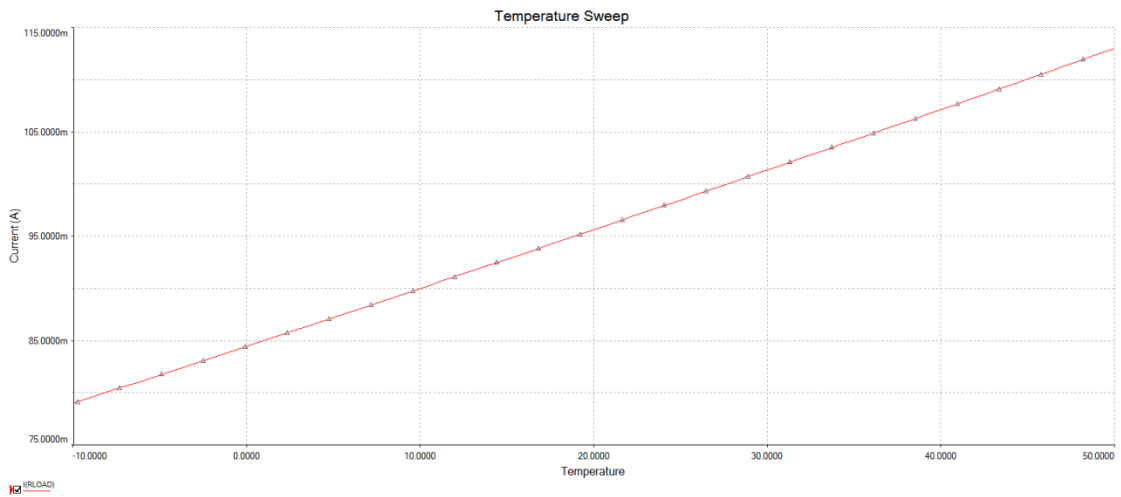

图 5-9c 电流镜型 100mA 恒流源温度稳定性很差
- 2) 温度稳定性极差。当接入负载后，最差情况下，全部 100mW 会消耗在晶体管 Q_2 上，这会产生 60°C 左右的温升（假设晶体管热阻为 $600^\circ\text{C}/\text{W}$ ）。而仿真温度效果如图 5-9c，可以看出 60°C 的变化，会产生大约 34mA 的变化。